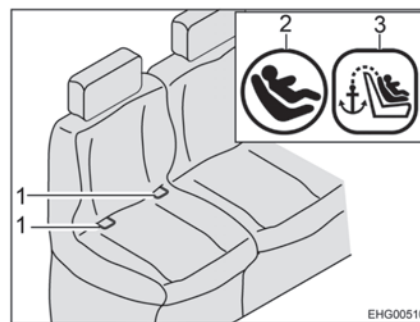
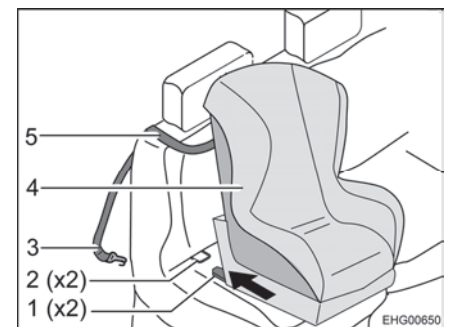

Fig. 12 Asiento con ISOFIX
Fig. 13 Fijación con Top Tether
- Pasar la correa Top Tether (Fig. 13,5) por encima del cojín del respaldo (entre el reposacabezas y el deflector del cinturón de seguridad).
- Enganchar el gancho de fijación (Fig. 13,3) en el punto de anclaje en el lado trasero del asiento del vehículo.
- Dejar que los brazos de enganche (Fig. 13,1) engatillen en los puntos de anclaje (Fig. 12,1 y Fig. 13,2). En esto, se deberá oír un clic distintivo.
- Con un fuerte tirón verificar que el asiento infantil (Fig. 13,4) esté firmemente fijado.